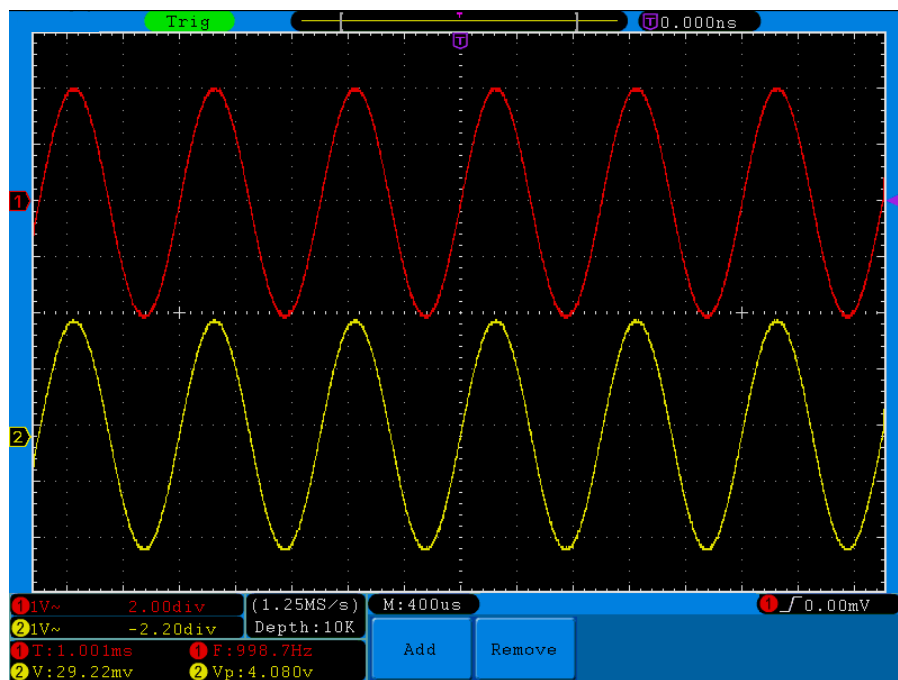

図 5-58 自動測定
12. F4 ボタンを押して測定を登録したら P-P 値登録が完了します。これでチャンネル 2 の設定は完了です。画面左下に測定値が表示されます(図 5-58 参照)：